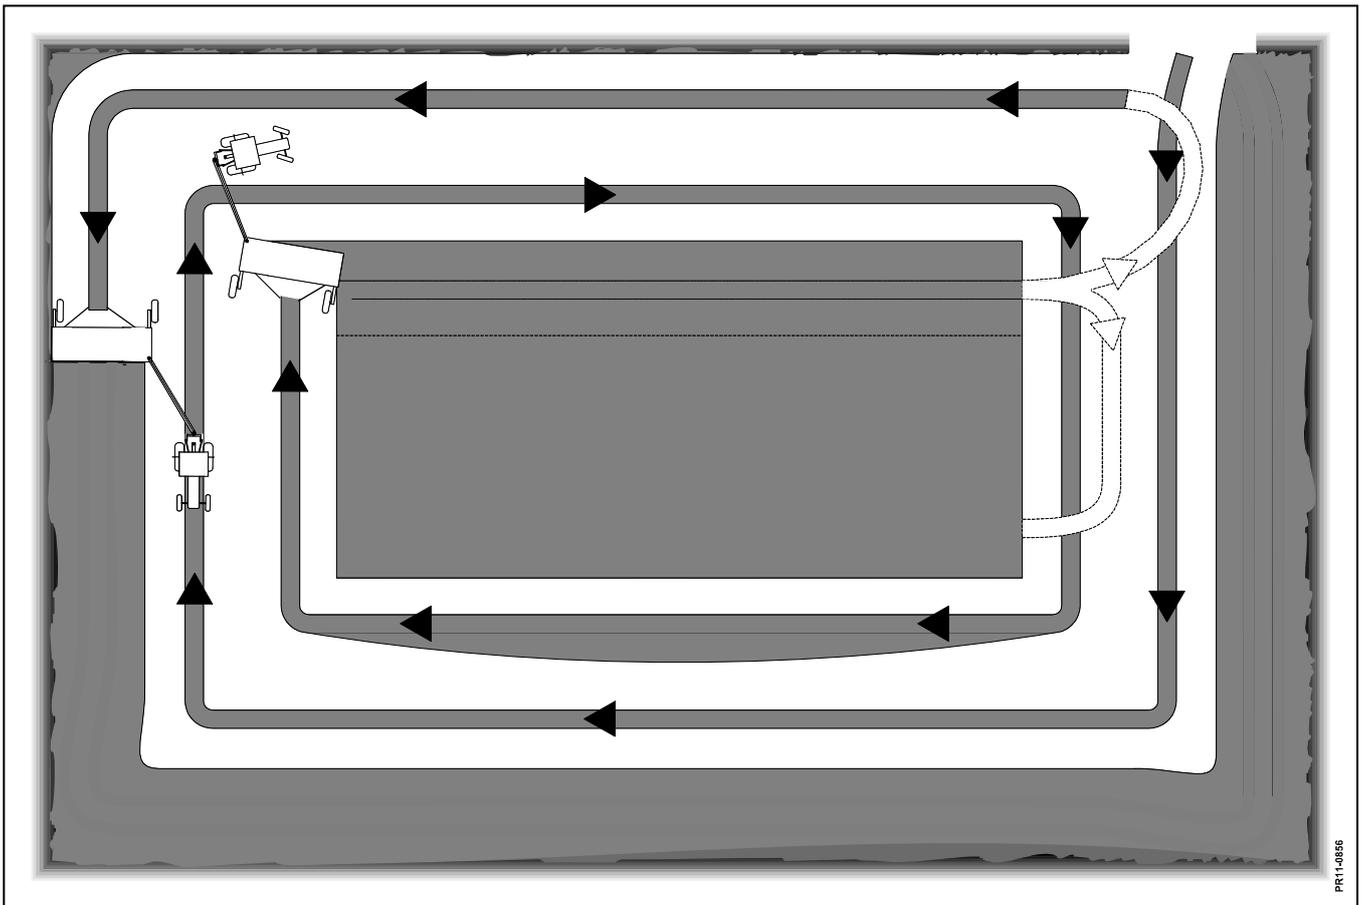

Fig. 3-2
**Fig. 3-2** Die Maschine in Arbeitsstellung bringen, bevor Sie in das Feld fahren. Ein Paar Runden im Uhrzeigersinn fahren, damit es Platz zum Wenden gibt. Dann die äußerste Runde mähen, im Gegenuhrzeigersinn. Jetzt kann das Feld in einem Stück gemäht werden oder nach Bedarf in kleine Felder aufgeteilt werden. Die Fahrgeschwindigkeit kann von 6-19 km/st variieren, abhängig vom Mähgut und den Bodenverhältnissen.